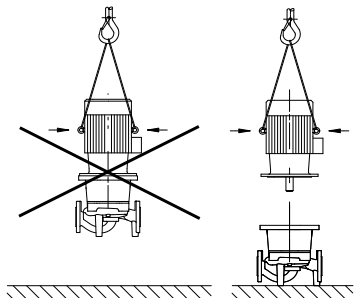

图 8：运输电机
- 电机上的运输吊环只允许用于运输电机，不允许用于运输整个水泵（图 8）。